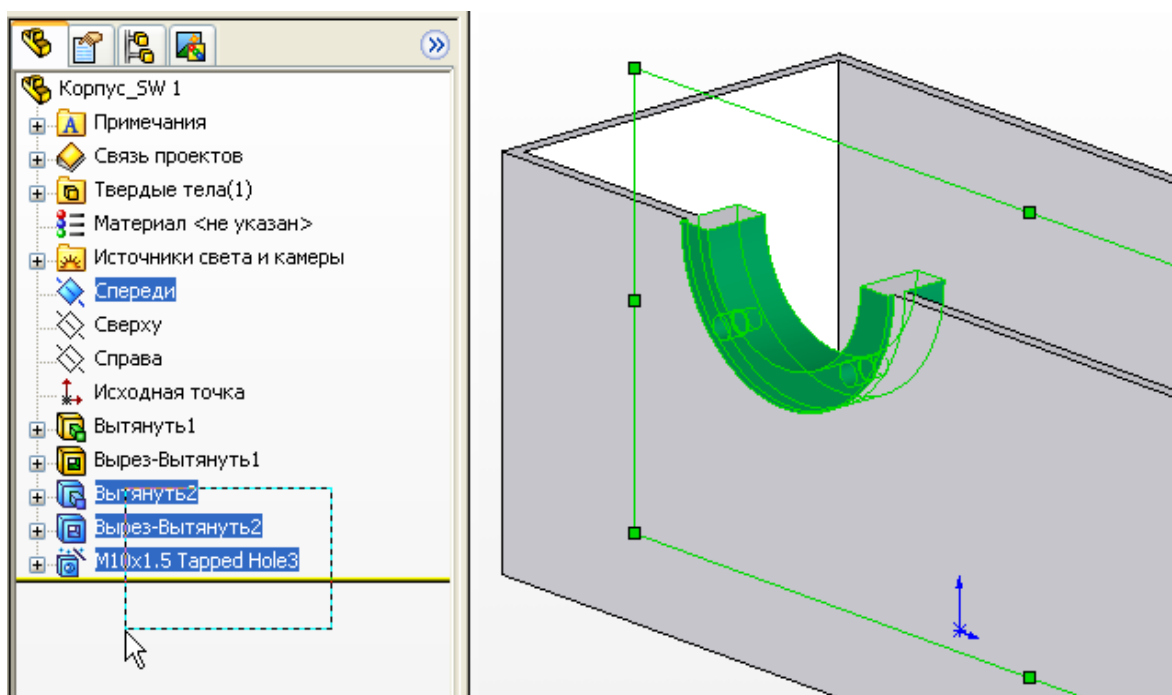

Рис. 41
1. Выберем три ранее созданных элемента и плоскость спереди (относительно которой будут отзеркалены выбранные элементы) (рис. 41).